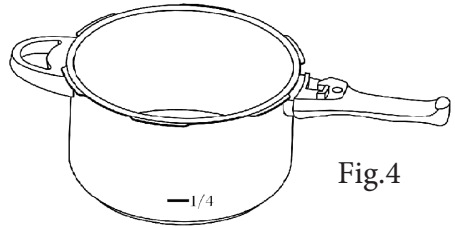

Fig.4
- Mai puțin de 2/3 din înălțimea recipientului pentru produsele care nu cresc în volum, precum carnea, legumele etc. (Fig. 4);